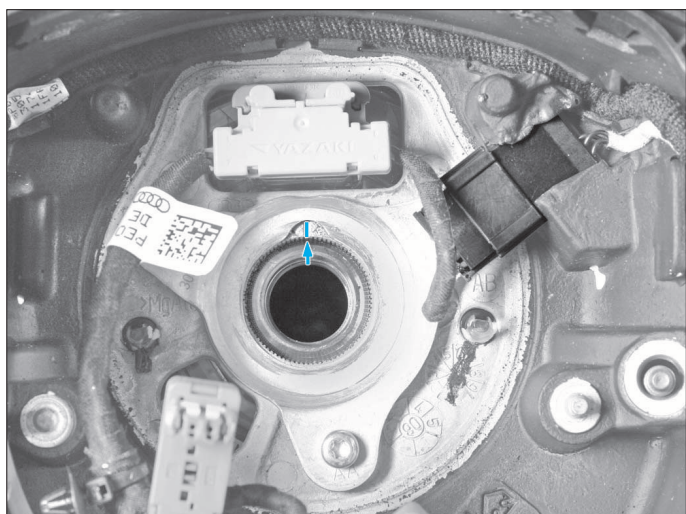

FIG. 19
- dégrafer les deux connecteurs afin de déposer le faisceau (Fig.19).